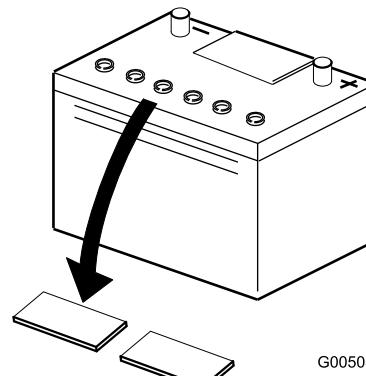

Figura 5
2. Pulite la parte superiore della batteria e togliete i tappi di sfiato (**Figura 5**).